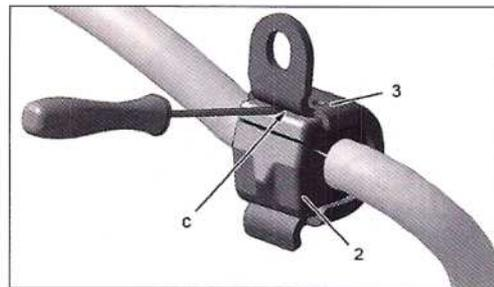

FIG. 18
• Separar la brida (3) haciendo palanca con un destornillador en "c" (Fig.18).